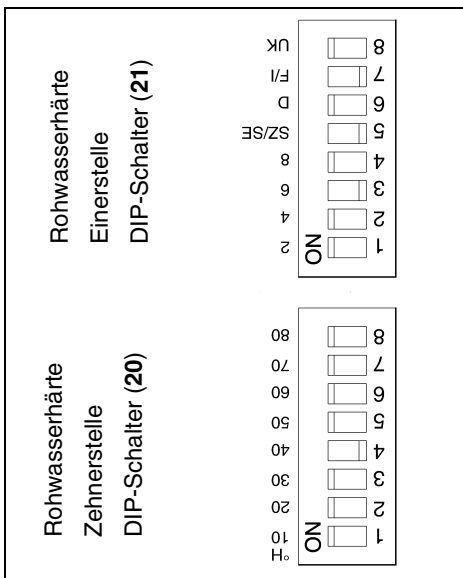

Abb. 9: DIP-Schalter
Die Zehnerstelle der Rohwasserhärte wird über den DIP-Schalter (20), Kontakt 1 bis 8 eingestellt (siehe Abb. 9).
Die Einerstelle der Rohwasserhärte wird über den DIP-Schalter (21), Kontakt 1 bis 4 eingestellt (siehe Abb. 9).
- Kontakt 4 des DIP-Schalters (20) und Kontakt 3 des DIP-Schalters (21) in die Stellung gegenüber „ON“ schalten (siehe Abb. 9).